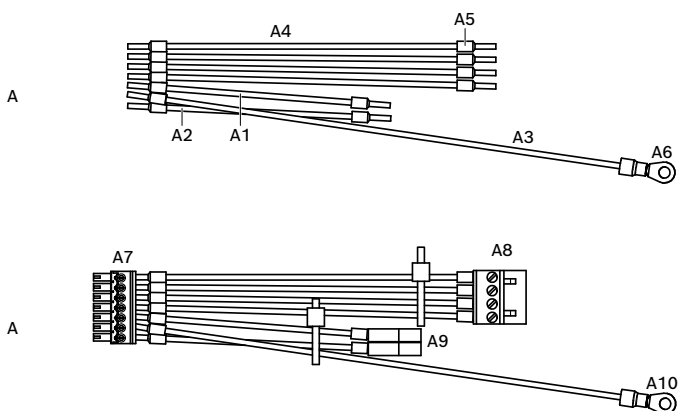

Рис. 4.1: Кабель питания (AMC2)
2. Подключите разъем A8 (рис. 4.1) к разъему для подключения источника питания с маркировкой OK.
3. Подключите разъем A9 (рис. 4.1) к разъему для подключения источника питания постоянного тока.
4. Подключите кабель заземления A6 (рис. 4.1) к точке заземления AMC2.